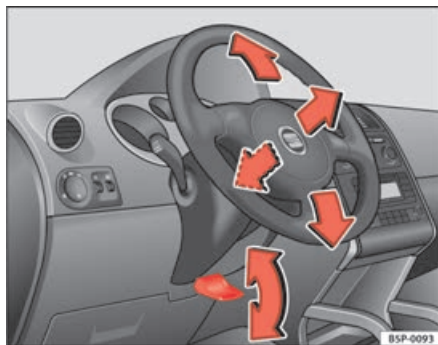

Fig. 134 Regulação da posição do volante
- Virar para baixo a alavanca ⇒ fig. 134 por baixo da coluna da direcção ⇒ ⚠.